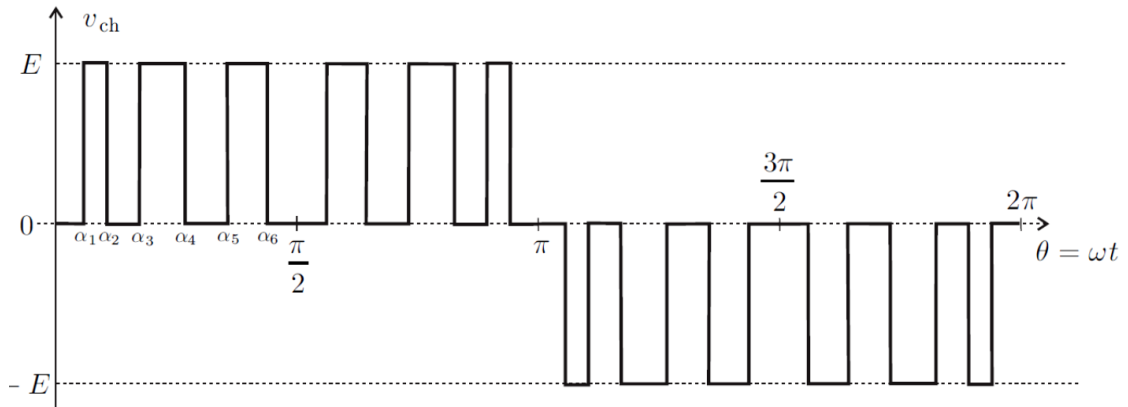

FIG. 6 – Commande réelle d'alimentation
La commande réelle permet d'alimenter le moteur avec une tension dont la forme est représentée sur la figure 6 (page 3) ; les angles $\alpha_i = 1...6$, compris entre 0 et $\pi/2$, sont fixés. Les angles suivants s'en déduisent par symétrie.
- 27 — Représenter sur un même graphe les signaux m_1 et m_2 en fonction de θ puis en déduire le graphe de $m_1 - m_2$ en fonction de θ . En déduire l'expression de la tension $v_{ch}(t)$ de la figure 6 en fonction des signaux de base $m_{i=1,\dots,6}(t)$.